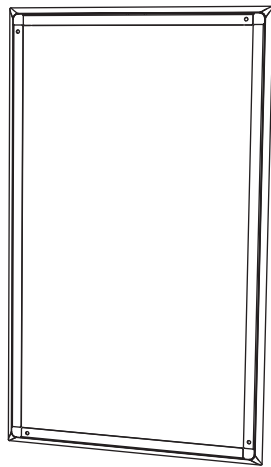

Fig. 3. Färgmask installerad
2. Tryck in färgmasken på framsidan av ramen, där den kommer att hållas på plats av magneter. Denna mask lämnas på plats medan väggen och ramramen målas (Fig.3).